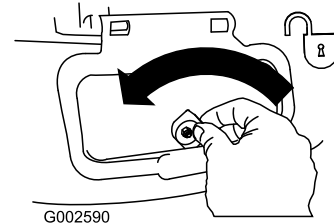

Bild 28
1. Entriegeln Sie die Seitenauswurfklappe (Bild 28).